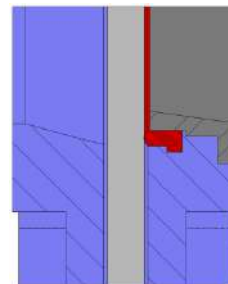

fig. 6
- **Siège 2** : Étanchéité métal / élastomère (fig.6). Ce type de fermeture inclut un joint d'étanchéité fixé intérieurement au corps avec une bague renforcée munie de deux fonctions (protéger la vanne de l'abrasion et nettoyer la pelle lorsqu'elle travaille avec des solides qui risquent d'adhérer à la pelle). Cette bague est démontable et facilement remplaçable.